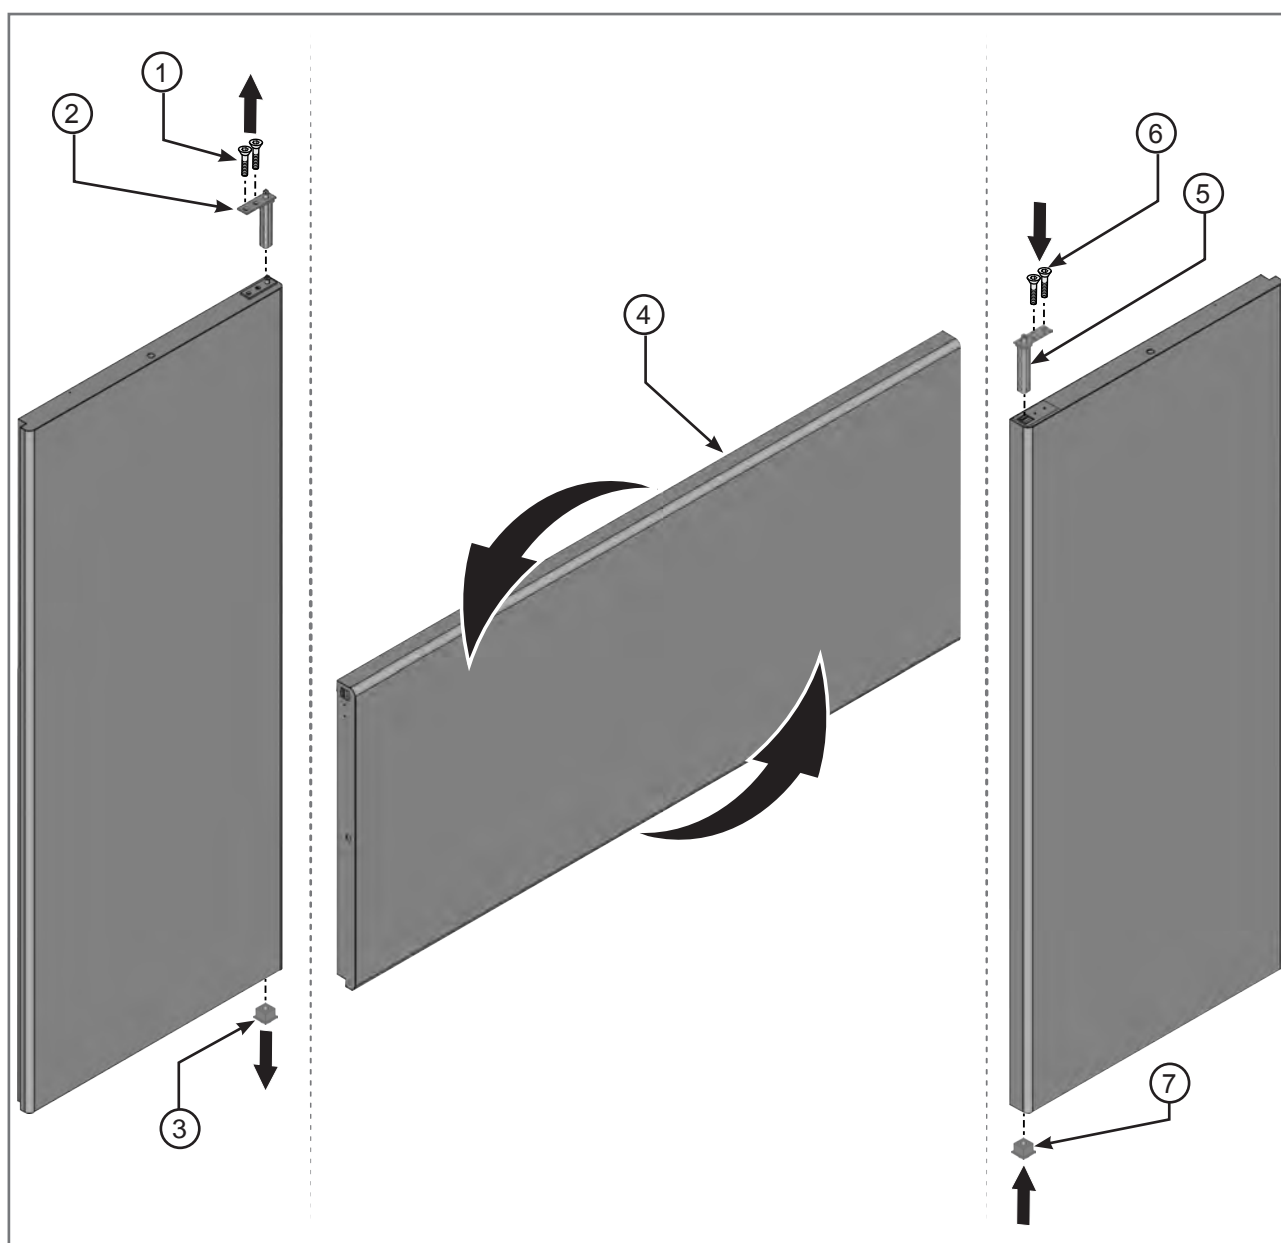

Fig 3.20 - Vis de charnière de porte
- Dévisser les 2 vis de la charnière (1 - Fig. 3.20).
- Retirer la charnière (2 - Fig. 3.20).
- Retirer le bouchon (3 - Fig. 3.20).
- Tourner la porte de 180° (4 - Fig. 3.20).
- Insérer la charnière (5 - Fig. 3.20).
- Serrer les 2 vis de la charnière (6 - Fig. 3.20).
- Insérer le bouchon (7 - Fig. 3.20).